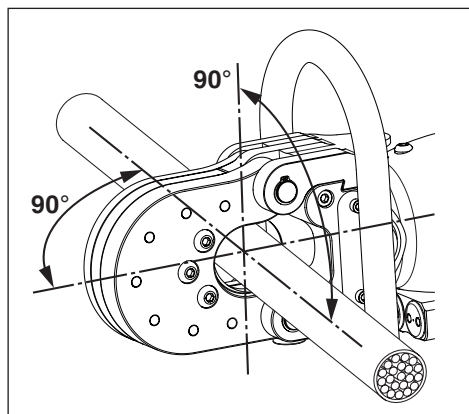

Figura 9, colocação do material no cabeçote de corte
Coloque o material a ser cortado entre as lâminas do cortador, de forma que esteja perpendicular ao eixo do pistão, conforme apresentado na Figura 9. Isto fornecerá a melhor qualidade de corte ao colocar a menor quantidade de carga no cortador.
4. Coloque o material a ser cortado entre as lâminas fixa e móvel. Certifique que ele esteja perpendicular ao eixo do pistão, conforme apresentado na Figura 9. Consulte as instruções na Seção 9.5 para informações adicionais.